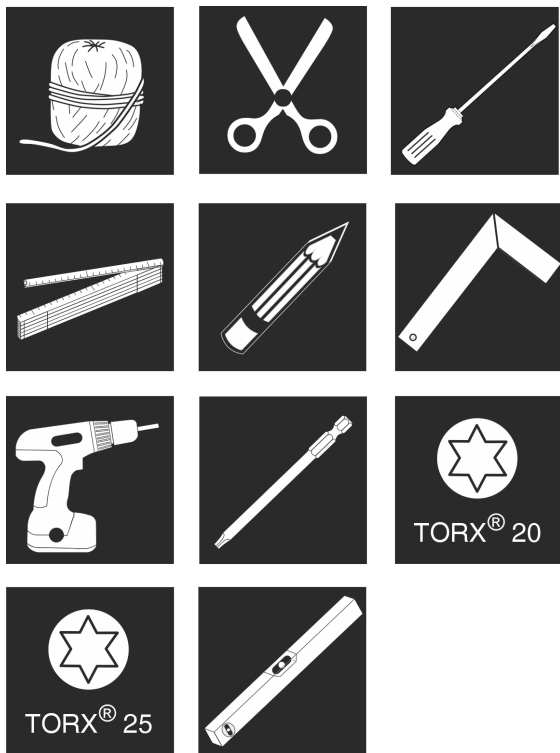

Fig. 8
1. Připravte si nástroje. Fig. 8 ()